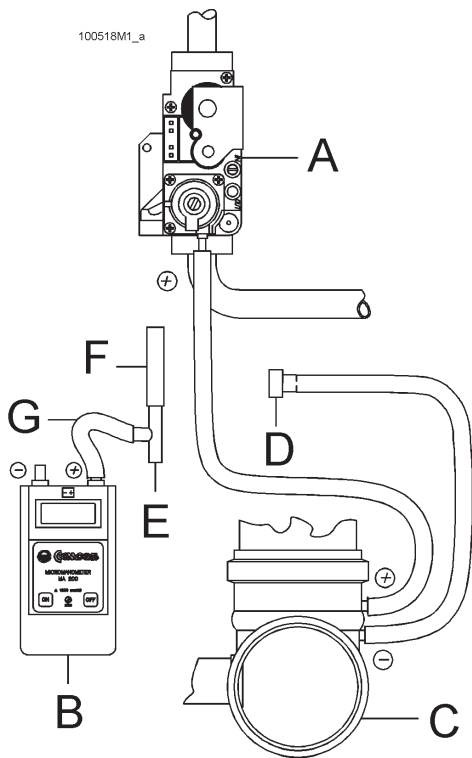

Figura 31 - Controllo pressione del gas al bruciatore
- togliere il tappo "D" dal tubo di silicone della depressione "-" (vedi figura 31) e collegarlo ad un manometro differenziale con risoluzione di almeno 0,1 mbar (1 mmH2O) vedi figura 32;
- togliere il tubo di silicone dalla presa di pressione "+" sulla valvola del gas "A" (vedi figura 31);
- preparare il lato "+" del manometro differenziale con due pezzi di tubo "F" e "G", e con un raccordo a T identificato con "E" (vedi figura 31).